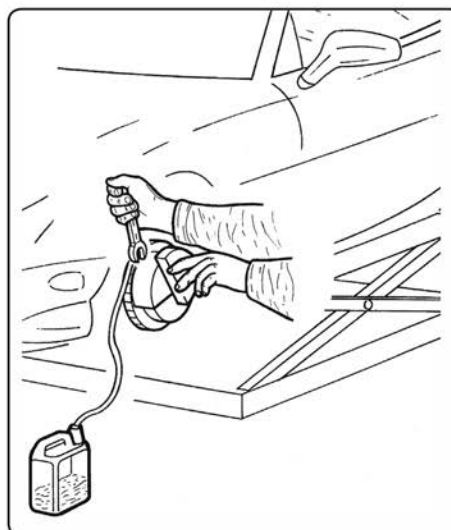

Fig. 7
3.2.4. Partant de la roue la plus éloignée du réservoir du liquide de frein, raccorder une extrémité du tuyau du jerry can de récupération à la purge du frein ; à l'aide d'une clé, ouvrir le raccord d'environ ¼ de tour (Fig. 6 - Fig. 7), le liquide de frein s'écoulera à travers le tuyau dans le récipient. Quand le liquide qui s'écoule est exempt de bulles d'air, serrer la soupape de purge (Fig. 6) enlever le tuyau, en évitant de répandre le liquide de frein.
- 3.3.2 Vérifier, à travers le tuyau transparent du jerrycan de récupération, le passage de l'huile propre. À ce point, fermer le raccord de purge (Fig. 7).